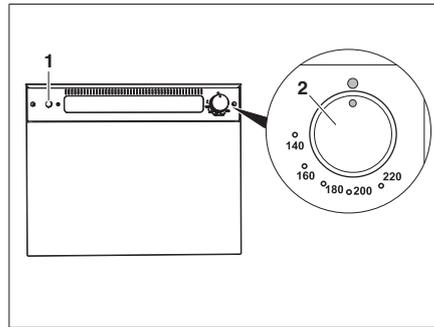

Fig. 262 Four à gaz (Thetford)
- Appuyer légèrement sur le bouton tournant (Fig. 262,2) et le tourner vers la gauche sur une position quelconque.
- Appuyer plusieurs fois sur l'interrupteur d'allumage (Fig. 262,1) jusqu'à ce que la flamme brûle.
- Tourner le bouton tournant (Fig. 262,2) sur "0". La flamme s'éteint.